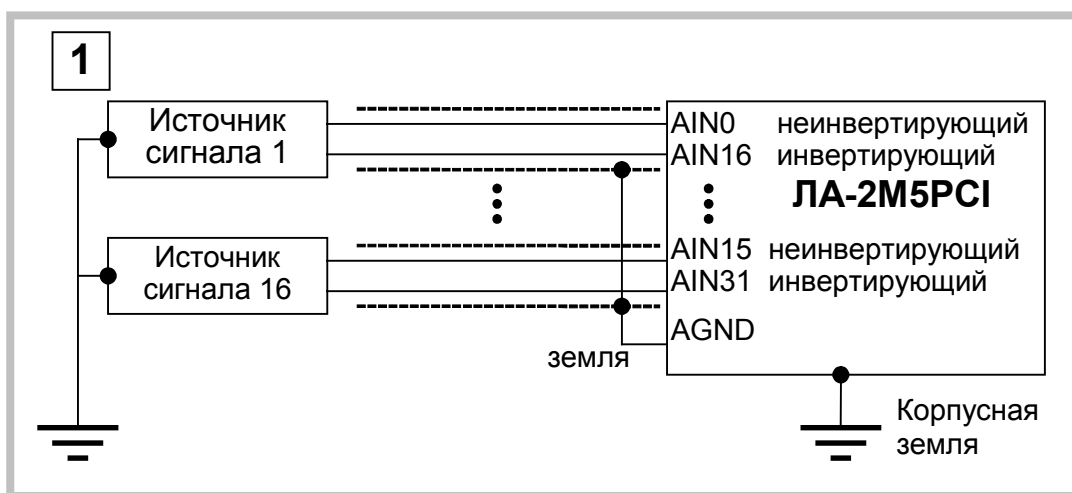

Рис. 7. 10
7.2.2.8.1. Для дифференциального режима при использовании двухжильного экранированного кабеля, точку присоединения экрана нужно выбирать опытным путем по наименьшему уровню помех. Возможные три варианта (с первого по третий соответственно) показаны на рисунках (Рис. 7. 10 - Рис. 7. 12).
7.2.2.8.2. В схеме первого варианта (Рис. 7. 10) экран соединительного кабеля заземлен на входе прибора.